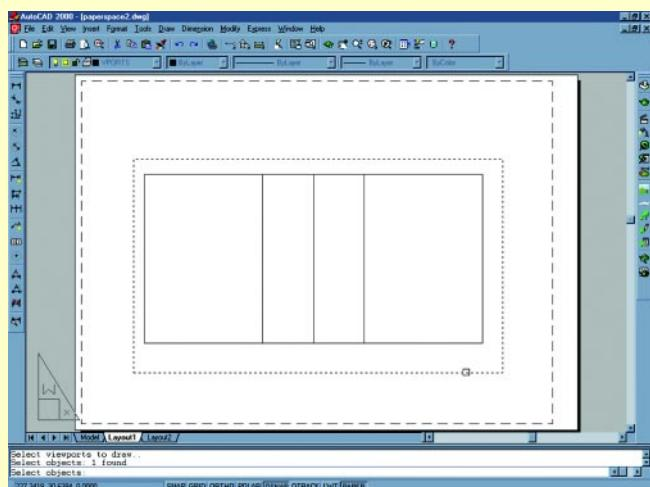

Figura 8 – Selecionando a borda.
*Select objects: (Clique na borda em torno da peça, **figura 8**, ela ficará pontilhada)*